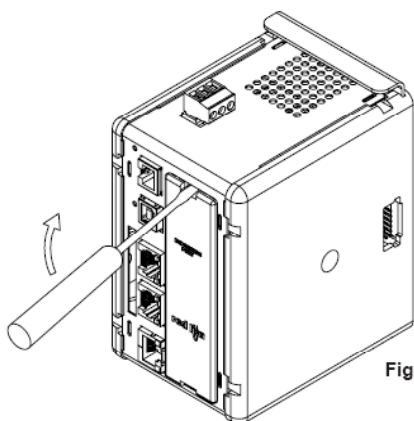

Figure 1
2. Insérer la lame d'un tournevis plat dans la fente située en haut du capot du port d'extension. Faire pivoter le tournevis légèrement vers le haut jusqu'à ce que le capot du port d'extension se désengage du Module comme cela est montré figure 1.